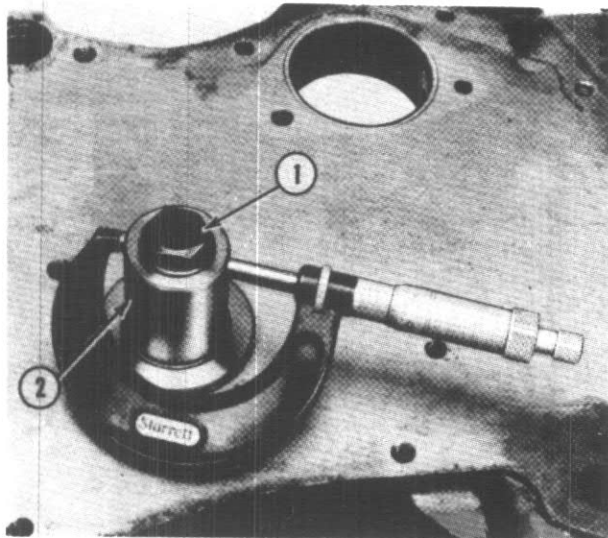

Figure 16
Note : Le support (2) du pignon fou et la vis (1), fig. 16 doivent être livrés à l'atelier pour contrôler le rayon (2) fig. 15.
Vérifiez si le rayon (2) fig. 16 est dans les limites spécifiées, de la façon suivante :